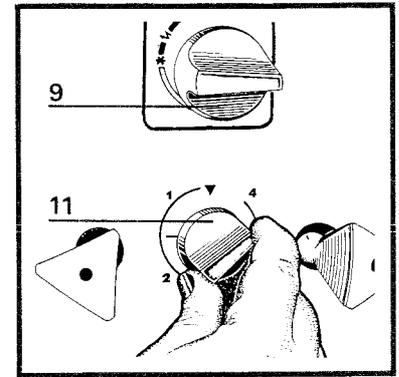

Fig. 13
- Pour avoir de l'eau très chaude (65° environ), tournez le bouton (11) du sélecteur de température vers la droite (repère ▼ vertical).
- Pour avoir de l'eau moins chaude, tournez le bouton (11) vers la gauche.
- Fermez le sélecteur de température en tournant le bouton (11) à fond vers la droite (repère ▼ vertical) (fig.13).
- Tournez la manette de gaz (9) dans le sens de la flèche vers le repère . Vous diminuez ainsi la consommation de gaz de votre chauffe-eau.